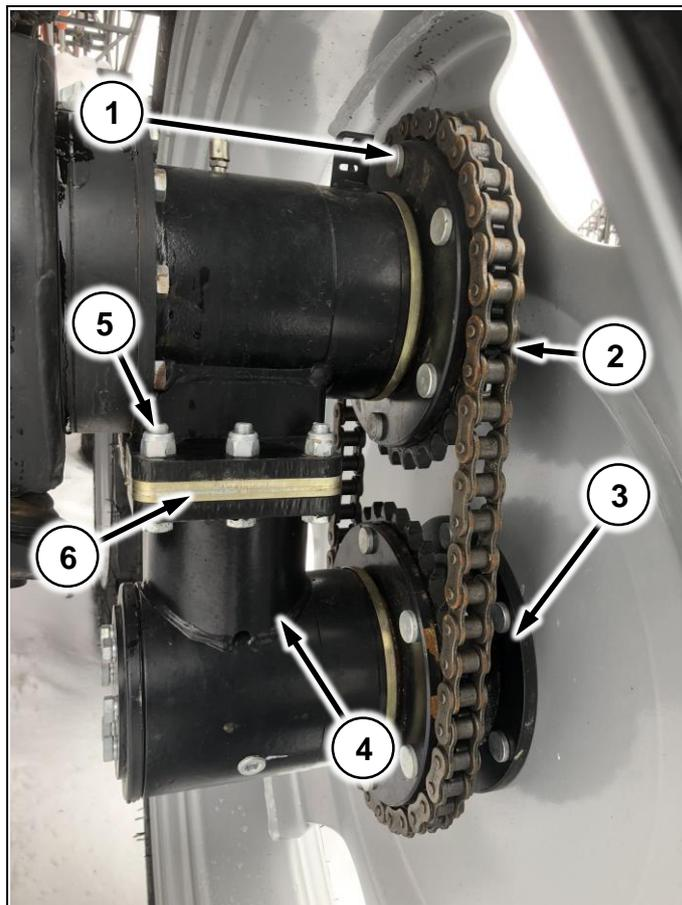

Рис. 177
Служит для увеличения клиренса машины при помощи специальных проставок (Рис. 177/4), которые крепятся к редукторам машины, при помощи болтов (Рис. 177/5), на специальные площадки.
- 1 Прикрутите проставку к редуктору при помощи болтов (Рис. 177/5);
- 2 К ступице машины прикрутите звезду (Рис. 177/1), поставляемую в комплекте;
- 3 К ступице проставки прикрутите переходник (Рис. 177/3) для увеличения колеи;
- 4 Соедините редуктор и проставку при помощи цепи (Рис. 177/2)
Если при установке переходника (Рис. 177/4) провисание цепи (Рис. 177/2) больше 3см, установите шайбы (Рис. 177/6), поставляемые в комплекте с увеличителем, чтобы провисание цепи было ≤ 1 см.
Если предполагается эксплуатация машины с увеличителем клиренса – устанавливайте переходники (Рис. 177/3), идущие в комплекте, даже без увеличителя клиренса (на узких колесах). Иначе вы не будете попадать в свою колею!